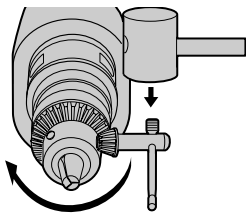

FIG. 3
Retrait du mandrin (Fig. 3, 4)
1. Installer la clé du mandrin comme illustré en Figure 3. À l'aide d'un maillet en bois ou un objet similaire, donner un coup sec sur la clé VERS LA DROITE. Cela desserrera la vis dans le mandrin.